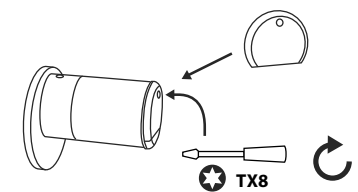

Abb. 4
- ④ Setzen Sie die vordere Abdeckung wieder auf und schrauben Sie sie fest (Abb. 4).